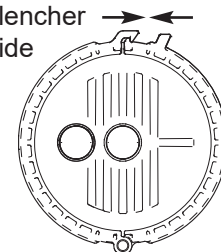

FIG. 15
9. Glisser le couvercle sur les goulottes de la cartouche de remplacement jusqu'à ce qu'il repose à plat sur le dessus du puisard. Pincer les loquets pour enclencher la bride (cf. Fig. 15). La cartouche et le puisard doivent faire corps pour que la bride s'enclenche.